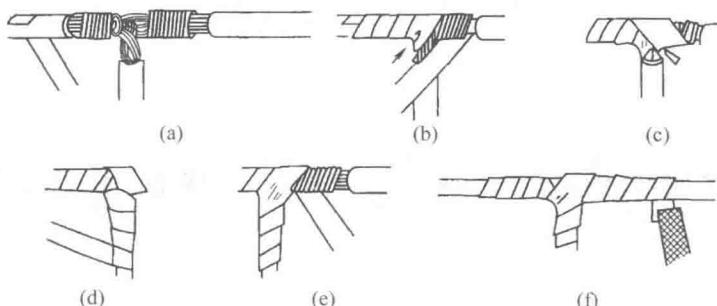

图1-20 T字形连接接头的绝缘恢复
(1) 首先将黄蜡带从接头左端开始包缠,每圈叠压带宽的1/2左右,如图1-20(a)所示。
(2) 缠绕至支线时,用左手拇指顶住左侧直角处的带面,使它紧贴于转角处芯线,而且要
使处于接头顶部的带面尽量向右侧斜压,如图 1-20(b)所示。
(3) 当围绕到右侧转角处时,用手指顶住右侧直角处带面,将带面在干线顶部向左侧斜压,使其与被压在下边的带面呈 X 状交叉,然后把带再回绕到左侧转角处,如图 1-20(c)所示。
(4) 使黄蜡带从接头交叉处开始在支线上向下包缠,并使黄蜡带向右侧倾斜,如图 1-20(d)所示。
(5) 在支线上绕至绝缘层上约两个带宽时,黄蜡带折回向上包缠,并使黄蜡带向左侧倾斜,绕至接头交叉处,使黄蜡带围绕过干线顶部,然后开始在干线右侧芯线上进行包缠,如图 1-20(e)所示。
(6) 包缠至干线右端的完好绝缘层后,再接上黑胶带,按上述方法包缠一层即可,如图 1-20(f)所示。